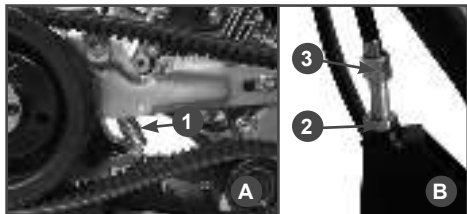

Рис. 5 Регулировка троса сцепления
Трос сцепления должен быть отрегулирован так, чтобы при полностью нажатом рычаге сцепления пружина троса сцепления была растянута на 0,5-1 см (Рис. 5А).
Если ход троса сцепления не соответствует рекомендациям, ослабьте стопорную гайку (2) и закрутите или выкрутите регулировочную муфту (3) при необходимости (Рис. 5В).